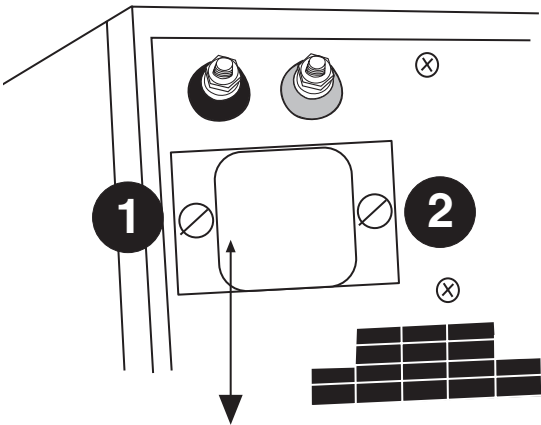

Fig. 5
- 1. Desserrez les vis 1 et 2 de la figure 5 sans les dévisser entièrement